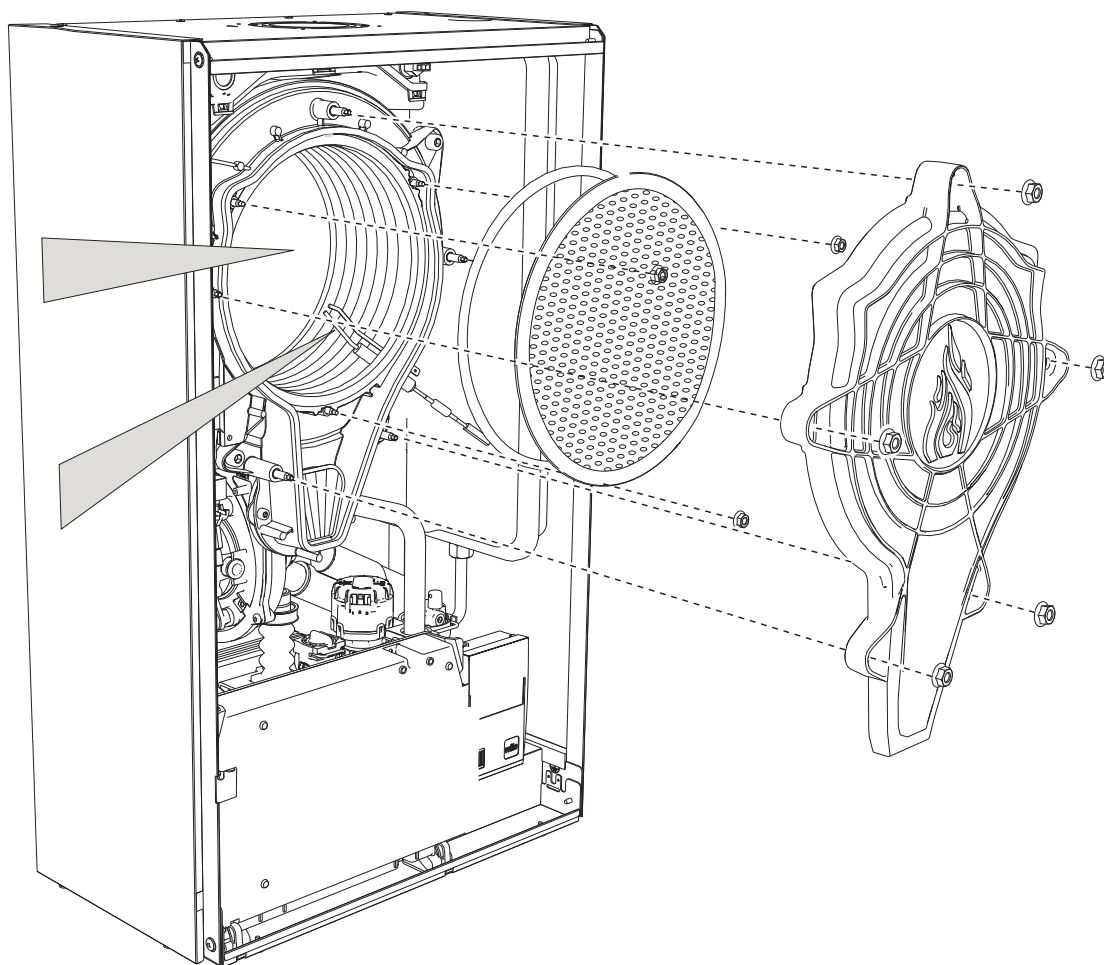

fig. 42
- Limpie el interior del intercambiador con los accesorios indicados en la fig. 42.
- Quite la tapa del intercambiador y el quemador (fig. 42).
- Limpie el electrodo (fig. 42).
- Al terminar la fijación, controle atentamente la distancia entre los electrodos (fig. 42).
- Monte y fije el quemador (fig. 42).
- Monte y fije la tapa del quemador (fig. 42).